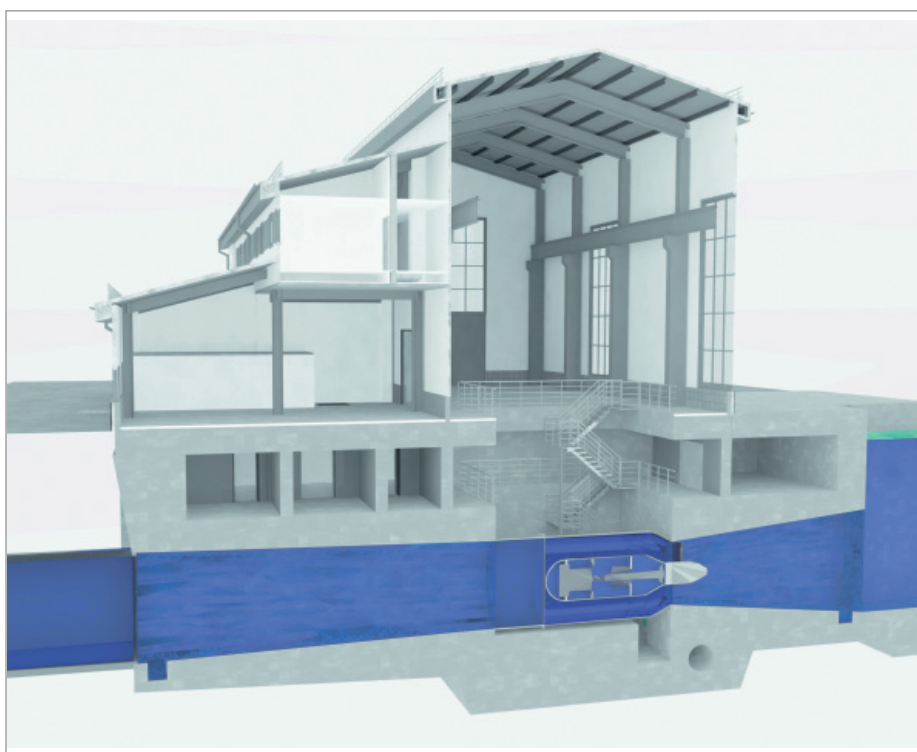

Рис. 1. Вариант проекта здания Сегозерской МГЭС, разработанный в ARCHICAD
**АО** "Институт Гидропроект" – ведущая российская (в прошлом – советская) организация, проектирующая гидроэнергетические и водохозяйственные сооружения. С 1930 года институт спроектировал свыше 250 гидроэлектростанций (ГЭС) на территории России (рис. 1), стран Балтии и СНГ (суммарной мощностью более 65 ГВт), 90 ГЭС – за рубежом (суммарной мощностью более 26 ГВт). Гидропроект входит в число ведущих мировых проектных организаций в сфере гидроэнергетики.